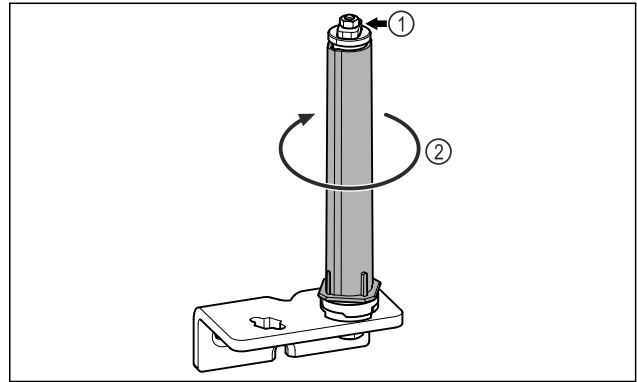

Fig. 14
▶ Türschließsystem Fig. 14 (1) nicht zerlegen.
- ▶ Schließsystem Fig. 14 (2) drehen, bis es klickt.